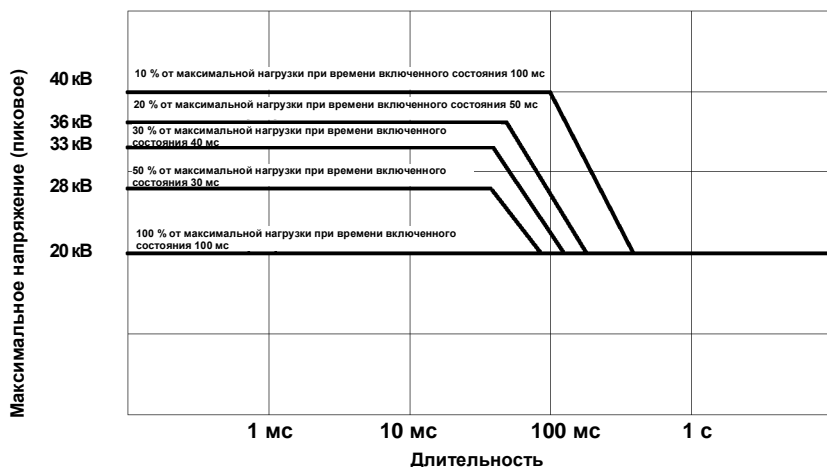

Рисунок 1-5: Уменьшение пикового импульса
- Максимальные нагрузки более 10 % или протяженности более 100 мс (Рисунок 1-5). Максимальная нагрузка является отношением ширины импульса к периоду сигнала, выраженным в процентах.